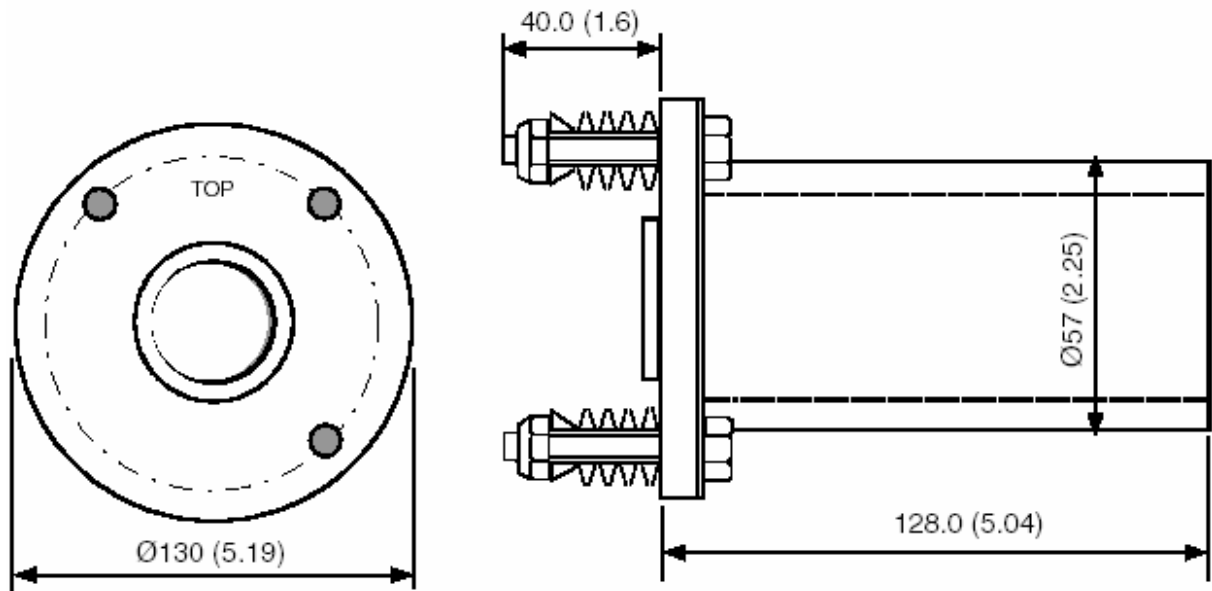
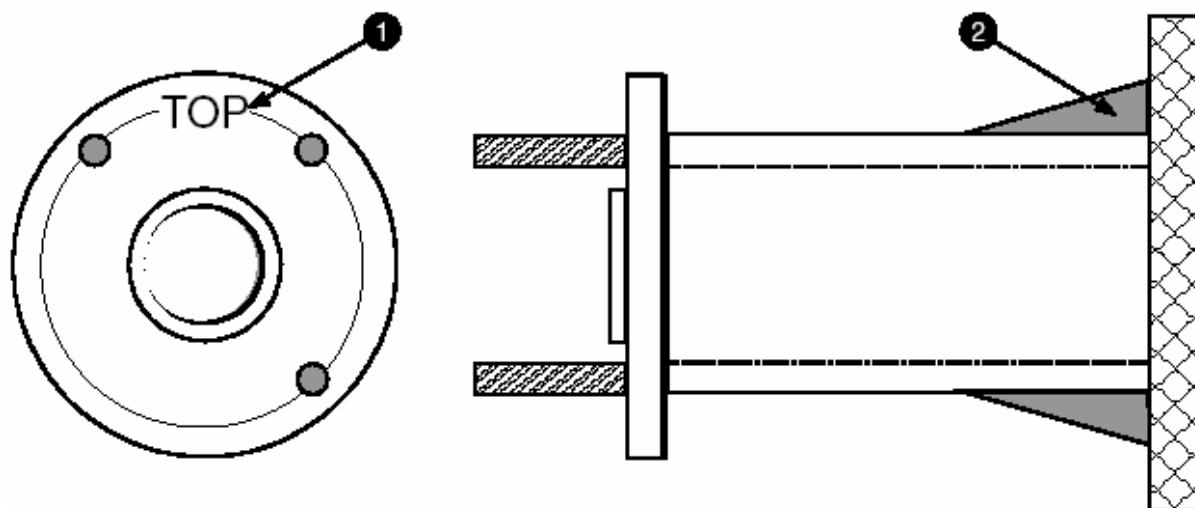

图 3.2 支撑管发兰尺寸
图 3.4 带有加强筋的安装法兰
LAND4200 型提供两个带有短管的法兰，把仪表安装到烟囱或烟道上。短管长 128mm[5.24 "]（见图 3.2/3.3）。如果需要，在安装时可以缩短或接长短管以便获得合适的测量路径。安装地点不稳固，如很薄的金属壁，需要加装加强筋（图 3.4）。
8. 把碟形垫片和防松螺母装回原处(图 3.2/3.3)。